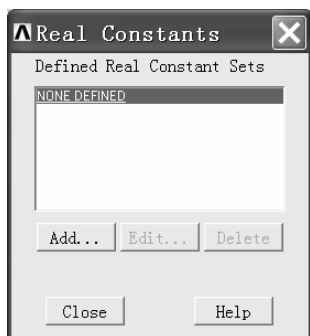
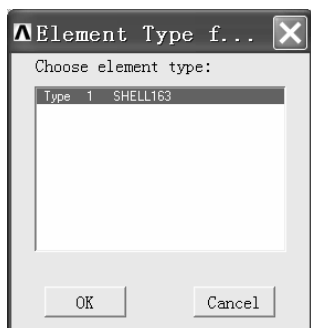
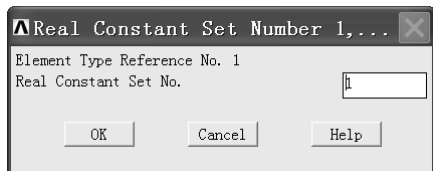
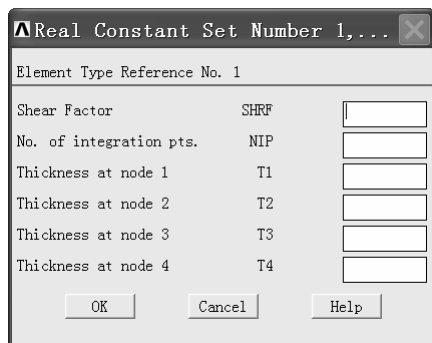

图 10-69 “Real Constants” 窗口
图 10-70 “Element Type f...” 窗口
图 10-71 “Real Constant Set Number 1, ...” 窗口
图 10-72 另一种形式的“Real Constant Set Number 1, ...” 窗口
(1) 依次选择 Main Menu>Preprocessor>Real Constants, 弹出“Real Constants”窗口 (见图 10-69), 单击“Add...”按钮, 弹出“Element Type f...”窗口 (见图 10-70)。用鼠标左键选中“Element Type f...”窗口中方框内的“Type 1 SHELL163”, 然后单击“OK”按钮, 弹出“Real Constant Set Number 1, ...”窗口 (见图 10-71), 然后单击“OK”按钮, 弹出另一种形式的“Real Constant Set Number 1, ...”窗口 (见图 10-72)。